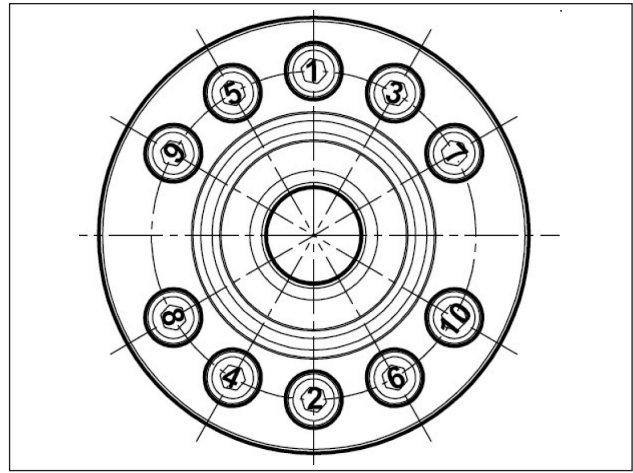

Abb. 53
**** Die Befestigungsschrauben der Halter Schema Abb. 53 müssen in zwei Phasen festgezogen werden: